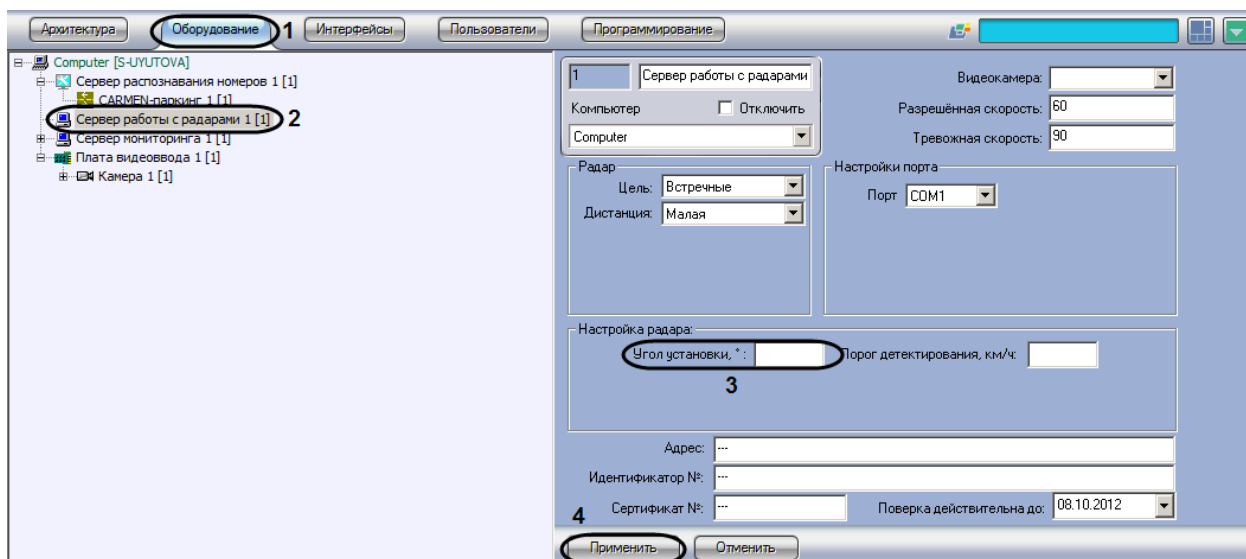

Рис. 7.3—7. Указание угла наклона устройства «Радар» над дорогой
2. В дереве объектов на вкладке «Оборудование» выбрать объект «Сервер работы с радаром», соответствующий настраиваемому программному модулю «Радар» (см. Рис. 7.3—7, 2). В правой части вкладки «Оборудование» отобразится панель настройки выбранного объекта.
3. Задать в поле «Угол установки,0» угол наклона устройства «Радар» над полосой дорожного движения (см. Рис. 7.3—7, 3).